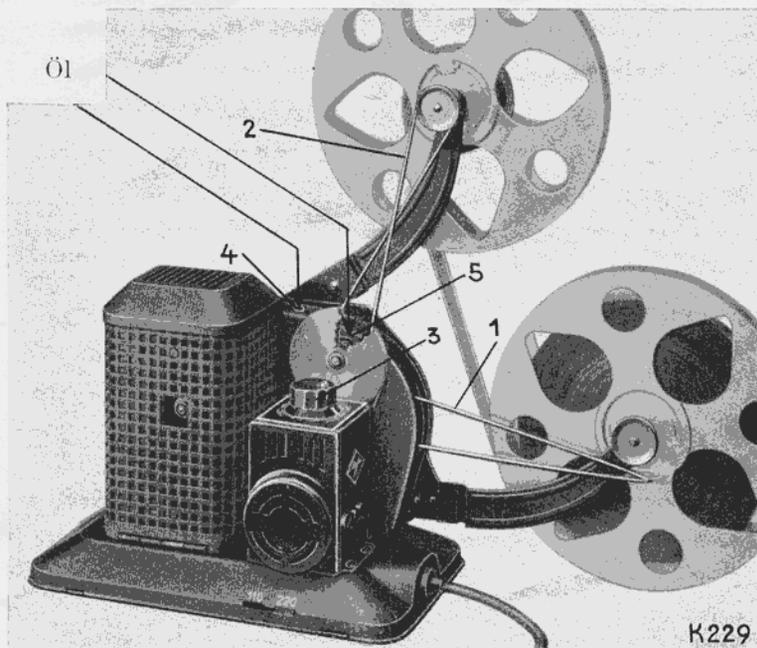

Abb. 5
## 8. Zurückspulen des Films (Abb. 5)
Aufwickelpeese 1 (Abb. 5) abwerfen.
Rückspulpeese 2 (Abb. 5) geschränkt auf die obere Schnurlaufscheibe legen.
| Nr. 4 | Getriebe . . . . .                             | 4 (Abb. 5)  |
- Nr. 5 Welle der Schwungscheibe . . . . . 5 (Abb. 5)